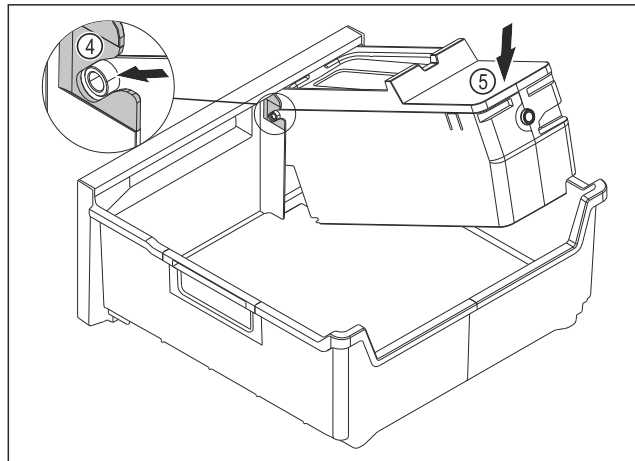

Fig. 81
- ▶ EasyTwist-Ice-Korpus montieren: Achsen des EasyTwist-Ice-Korpus in die Führungen Fig. 81 (4) einschieben.
- ▶ EasyTwist-Ice-Korpus Fig. 81 (5) hinten nach unten drücken.